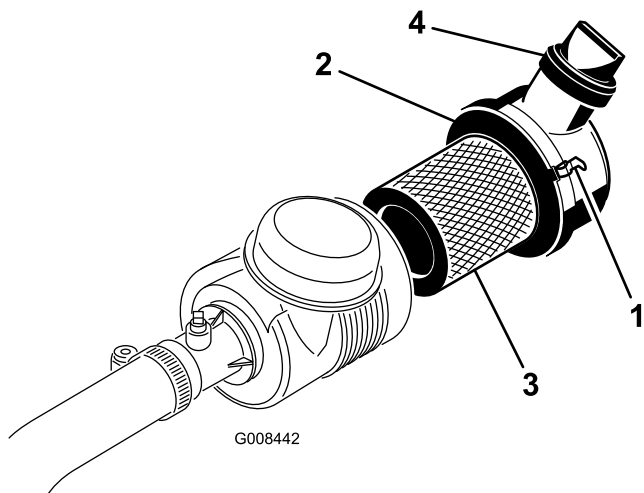

図 37
1. エアクリーナのカバーをボディに固定しているラッチを外す(図 37)。
7. カバーを取り付け、ラッチを掛ける (図 37)。